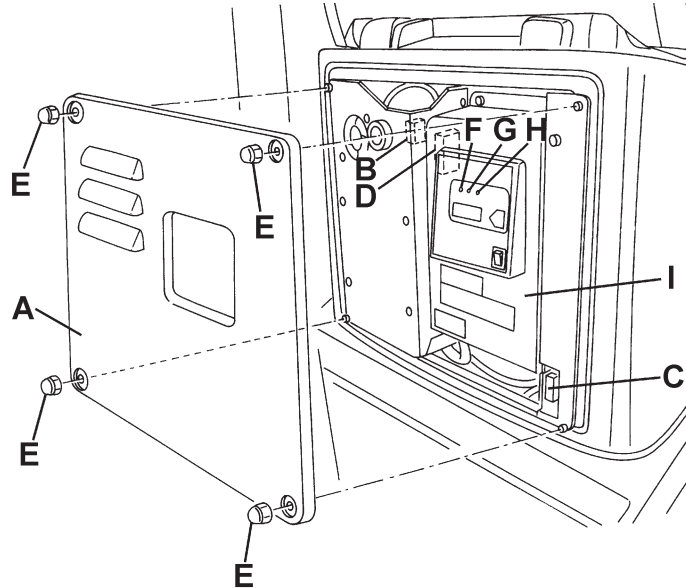

Abbildung 7
Die rote Kontrollleuchte (F, Abb. 7) eingeschaltet mit festem Licht auf der Schalttafel des Ladegeräts deutet an, dass das Ladegerät die Batterien am aufladen ist.
1. Den Zündschlüssel (41) auf „0“ stellen.
2. Erst die Muttern (E, Abb. 7) entfernen, dann den Deckel (A).